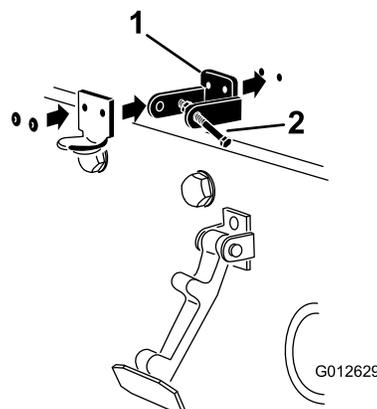

Рисунок 4
3. Во время совмещения монтажных отверстий поместите стопорный кронштейн по стандарту CE и кронштейн защелки капота на капот. Стопорный кронштейн должен быть прижат к капоту (Рисунок 4). Не снимайте узел болта с гайкой с рычага стопорного кронштейна.
5. Приклепайте кронштейны и шайбы к капоту (Рисунок 4).